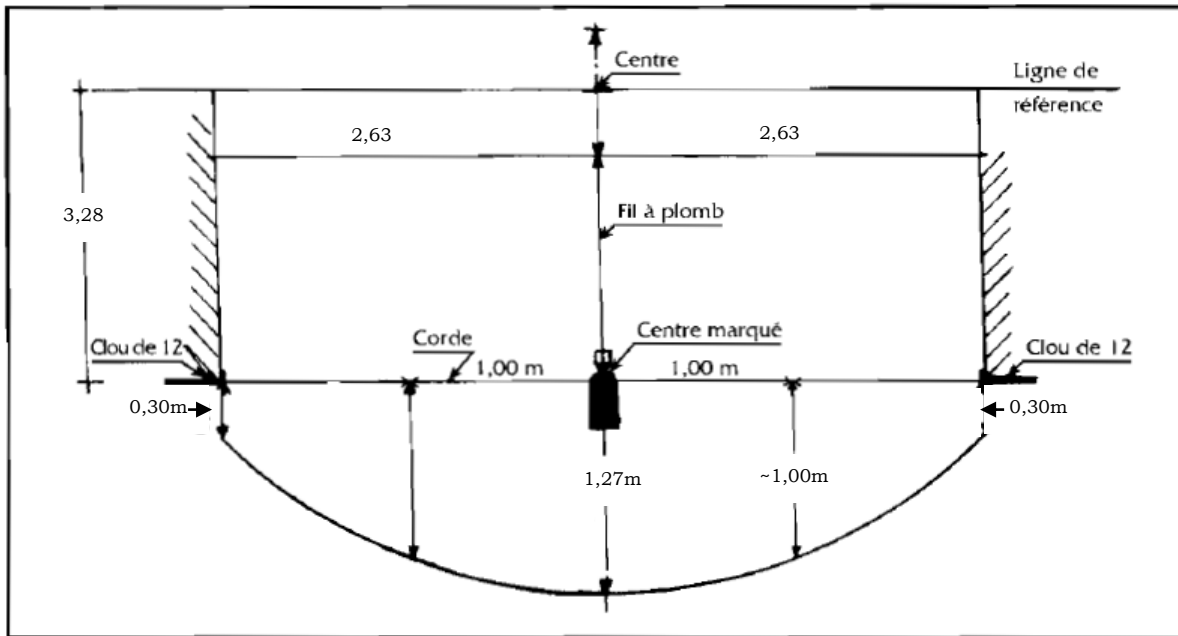

Figure 7 :
5.18/ Monter un mur provisoire de 2 briques d'épaisseur (croisées) avec peu de mortier jusqu'au centre du dôme de la cuve (repéré au fil à plomb). FIG.7. Placer un clou de plus de 10 cm (et à l'envers) dans le mortier entre les deux dernières briques. Le centre doit être situé exactement à sa base.